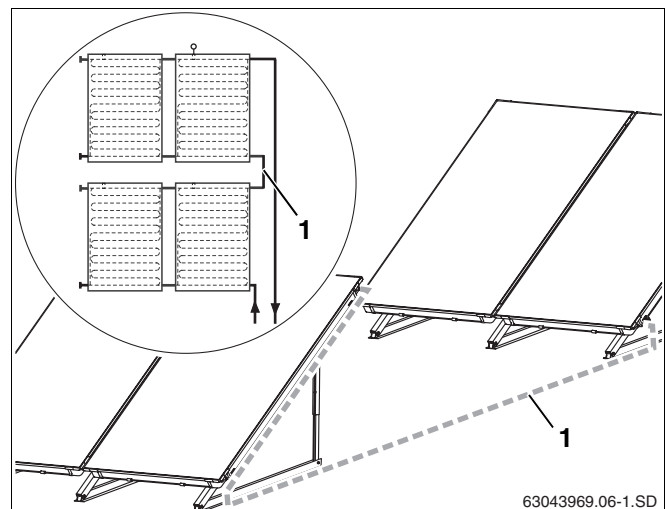

Fig. 61 Duas filas de colectores seguidas
Para a ligação de duas filas de colectores (fig. 61, **item 1**) necessitará de um segundo conjunto de ligação.